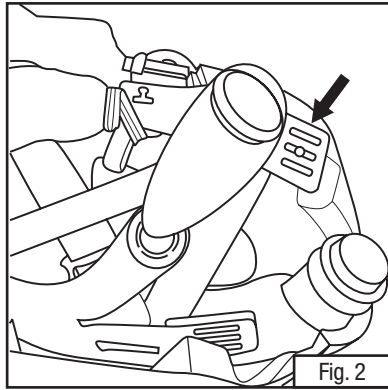

Fig. 2
- a. le bandeau de la coiffe peut être ajusté à quatre endroits. Il y a deux endroits d'ajustement à l'avant de la pièce faciale et deux à l'arrière. Pour changer la position du bandeau, tirer le trou d'ajustement de la hauteur à l'extérieur de l'ancrage et utiliser un autre trou de l'échelle (Fig. 2). Chaque emplacement peut être ajusté de façon indépendante pour fournir un ajustement personnalisé.